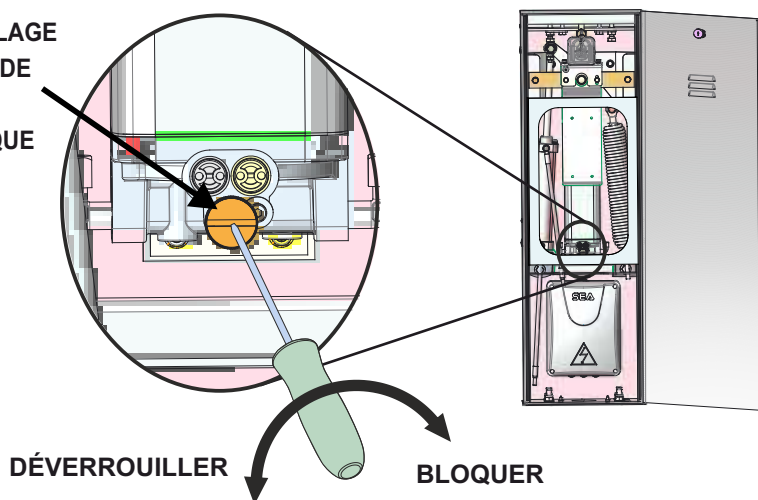

Fig. 22
- Tourner la vis de déverrouillage de 180° dans le sens inverse des aiguilles d'une montre, à l'aide d'un tournevis (*la vis se trouve à l'avant de l'unité hydraulique*) - Fig. 22